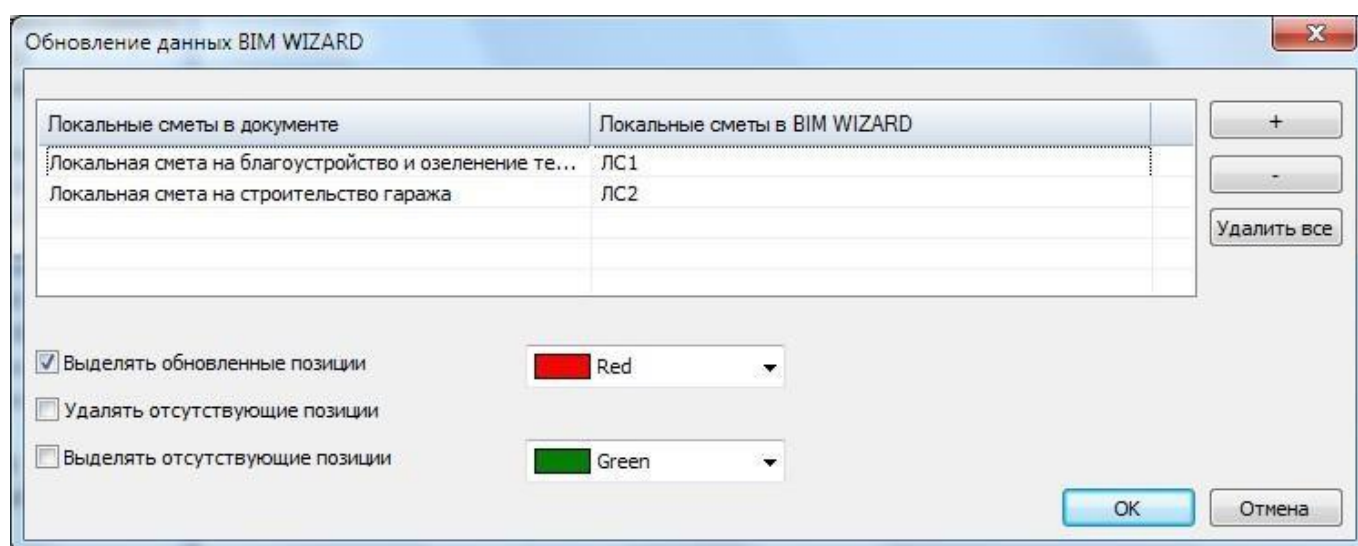

Рис. 9.2 Диалоговое окно Импорт данных BIM WIZARD
9. В открывшемся диалоговом окне *Обновление данных BIM WIZARD* (рис. 9.2) задать параметры импорта: